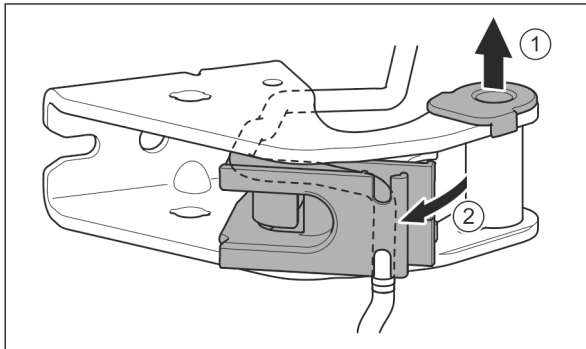

Fig. 24
- Витягніть із прямої опорну втулку. Fig. 24 (1)
- Поверніть вбік тримач кабелю. Fig. 24 (2)